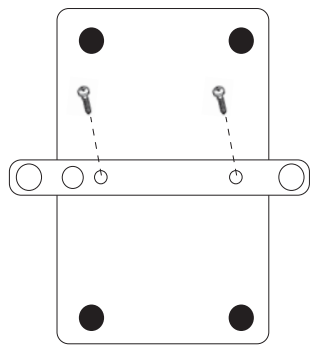

Abbildung 6.
Schritt 1. Drehen Sie die beiden M3 x 4-Schrauben durch die Bohrung der Halterung in die Rückseite des Sendemoduls ein (siehe Abbildung 6).